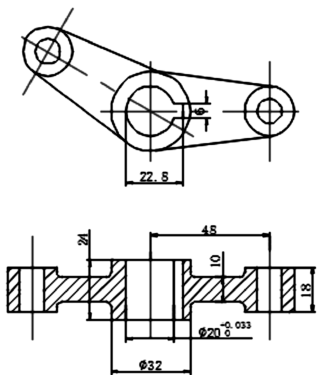
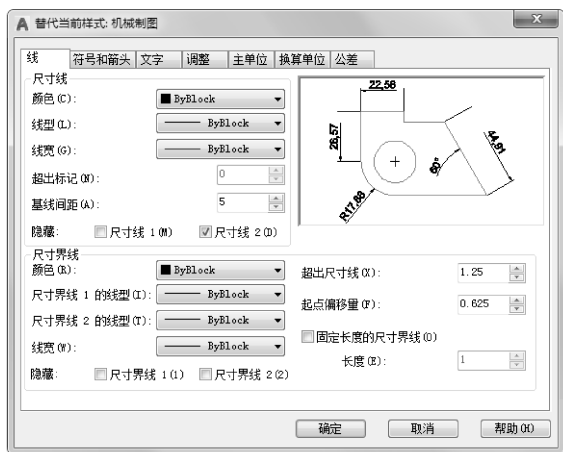

图 9-88 标注线性尺寸
图 9-89 替代样式
(2) 在标注尺寸“ $\phi 20$ ”时,需要输入“ $\% \% c20 \setminus H0.7X; \setminus S+0.033^{\circ}; \}$ ”。结果如图 9-88 所示。
(3) 单击“默认”选项卡“注释”面板中的“标注样式”按钮,在打开的“标注样式管理器”的样式列表中选择“机械制图”,单击“替代”按钮。
(4) 系统打开“替代当前样式”对话框,方法同前,选择“线”选项卡,如图 9-89 所示,在“隐藏”选项组中选“尺寸线 2”复选框,在“符号和箭头”选项卡中,将“第二个”设置为“无”。